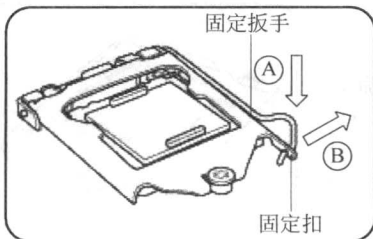

图 1-4 松开 CPU 辅助安装盒
(2) 以拇指压下固定扳手并将其稍向侧推,这么做可使扳手脱离固定扣并松开 CPU 辅助安装盒,如图 1-4 所示。